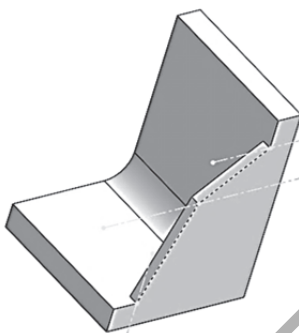

Рисунок 12.5
4. Для построения ребра жёсткости щелкните на кнопке «Ребро», после чего задайте направление и толщину ребра в **2 мм** (рис. 12.5).